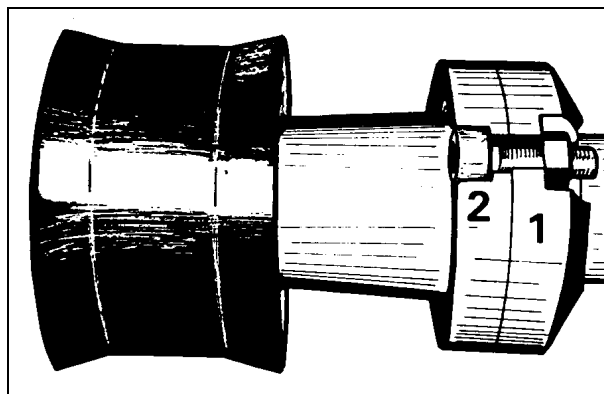

Fig. 3
- Unir por tornillo y tuerca la brida del vástago de émbolo 1 y la brida del émbolo impulsor 2 como queda mostrado en la Fig. 3.